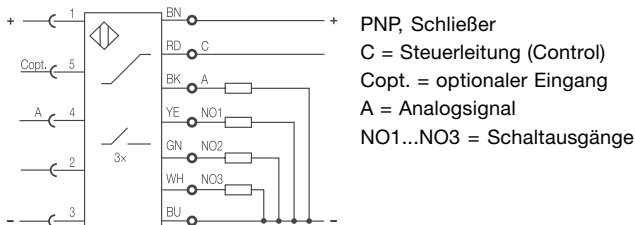

Bild 2: Schaltbild BES 516-615-PS-1-PU- (PNP)
- 2 Den C-Anschluß des Analog-Schaltgeräts über einen Taster mit + verbinden (Bild 2, 3).
- Den C-Anschluß des Analog-Schaltgeräts über einen Taster mit + verbinden (Bild 2, 3).